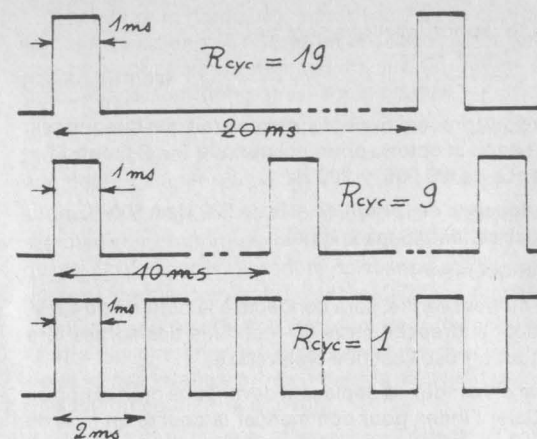

Fig. IX-24. — Détermination du rapport cyclique de 1 avec oscilloscope du type Relaxé.
- Remettre sous tension et constater que la fréquence est plus élevée. Tourner le Pot. pour amener le rapport cyclique exactement à 1 (fig. IX-24). Connecter un voltmètre 10 V entre  $S_2$  et le +. Relever très soigneusement l'indication qui doit être voisine de la 1/2 tension batterie (à peu près 2,5 V). Faire varier la fréquence par la Raj.  $47 \text{ k}\Omega$ , retrouver par Pot. le rapport de 1 et constater que le voltmètre indique à nouveau la même tension.